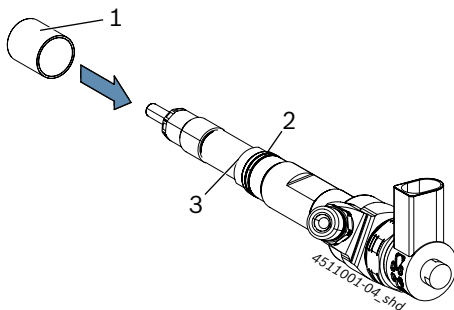

Fig. 4: Skub adapterbøsning på CRI
3. Hvis der skal bruges en adapterbøsning, skubbes den tilsvarende adapterbøsning (Fig. 4, pos. 1) til anslag (Fig. 4, pos. 3) på CRI.
- Hold i de følgende trin øje med, at adapterbøsningen bliver i CRI-anslaget (Fig. 4, pos. 3) og ikke glider nedad.